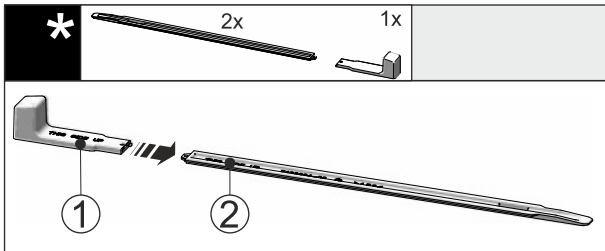

Fig. 46
- ▶ Pistke montaažikäepide Fig. 46 (1) nivelleerimis-siini Fig. 46 (2) külge.